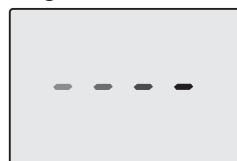
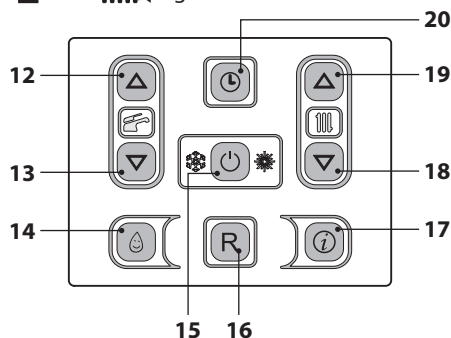

Figura 6.6
Figura 6.7
- Alimentare elettricamente la caldaia azionando l'interruttore bipolare previsto in installazione. Il display LCD visualizza il simbolo - - - - (Figura 6.6).
- Tenere premuto per 2 secondi il tasto 15 fino a far apparire sul display entrambe i simboli  e  (Figura 6.7).
- Spegnere la caldaia tenendo premuto per 2 secondi il tasto 15 (Figura 6.7) fino a far apparire sul display LCD il simbolo  (Figura 6.6).